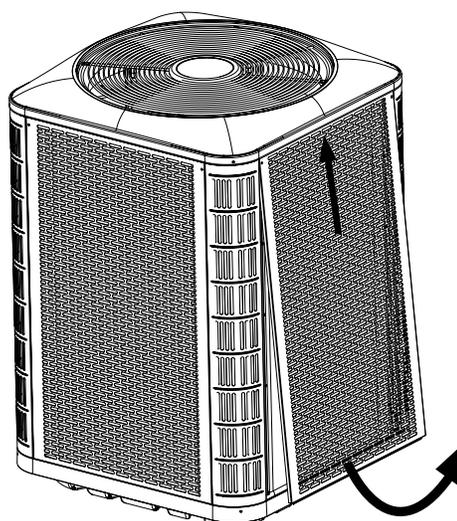

Figure 4. Désassemblage du panneau
2. Glissez le panneau vers le haut et le bac supérieur pour dégager la bride inférieure du bac inférieur. Voyez la Figure 4.